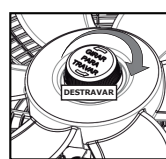

Figura 19
• Afrouxar a porca da hélice no eixo, girando-a no sentido horário conforme figura 19.